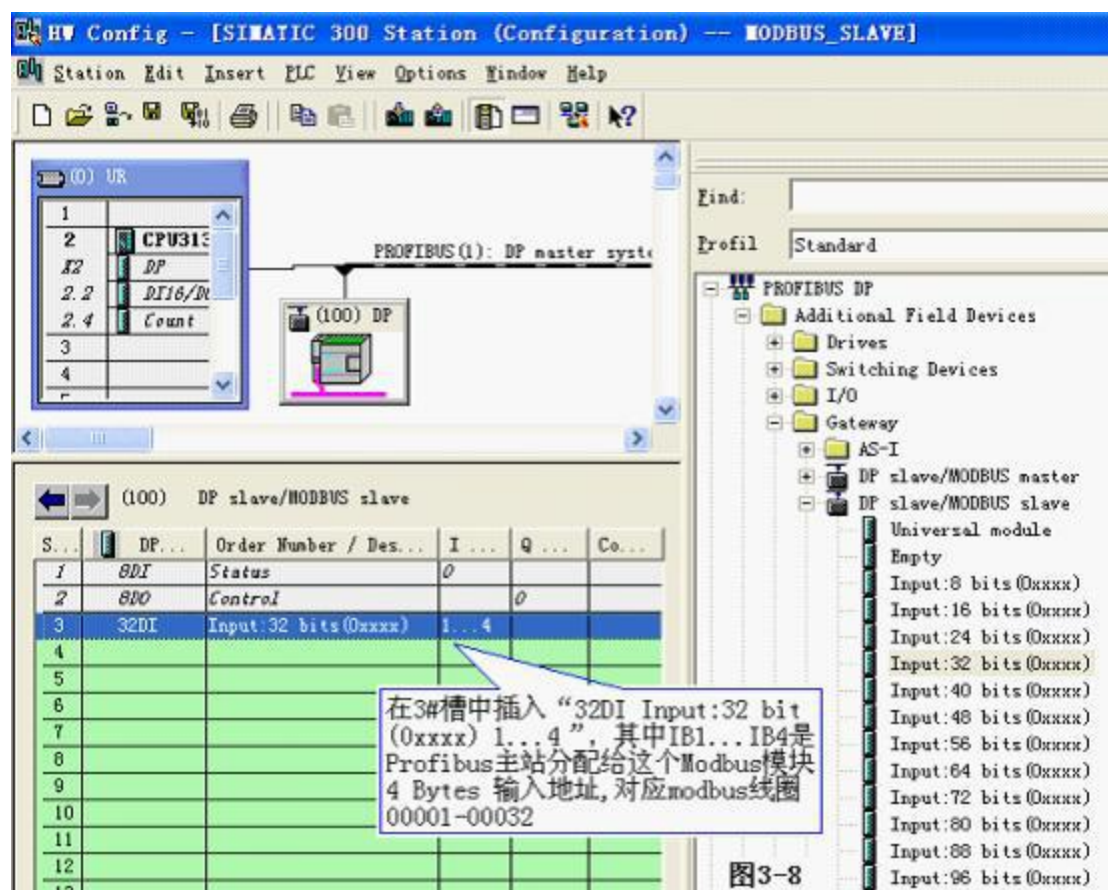

图3-8
- a. 举例说明在 3#槽中插入“Input:32 bits (0xxxx)” — 建立 MODBUS 线圈 0XXXX 与 PROFIBUS 输入的联系。选中 3#槽，然后双击“Input:32 bits (0xxxx)”。3#槽中插入“32DI Input:32 bits (0xxxx) IB1…IB4”，见图 3-8